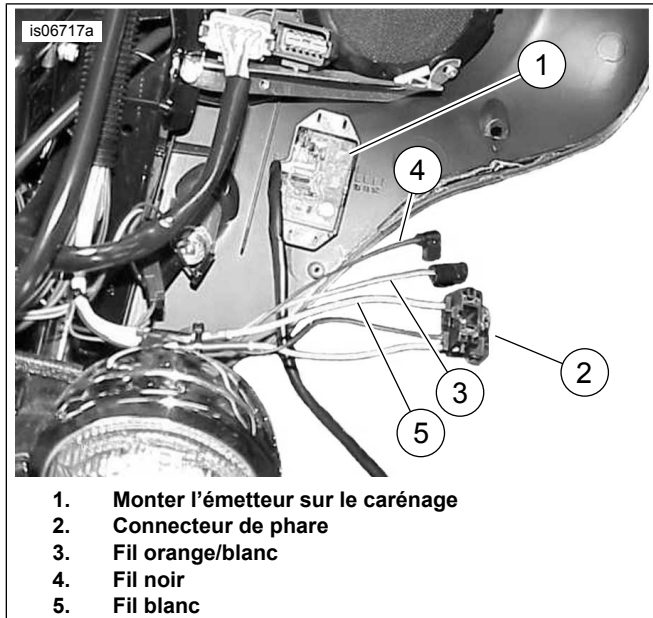
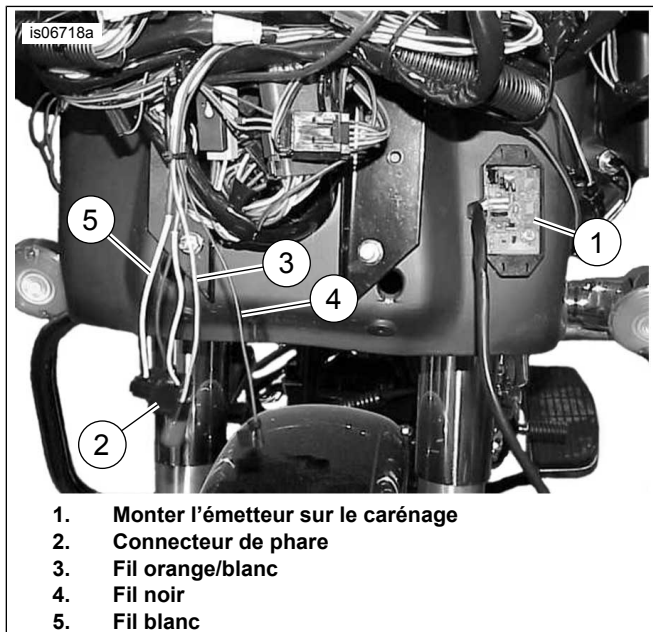

Figure 11. Fils pour les connexions de l'émetteur (FLHT/X 2013 et antérieurs)
Figure 12. Fils pour les connexions de l'émetteur (FLTR 2013 et antérieurs)
3. Consultez Figure 11. (Modèles FLHT, FLHX) ou Figure 12 . (Modèles FLTR). Monter l'émetteur dans la partie intérieure supérieure du carénage.